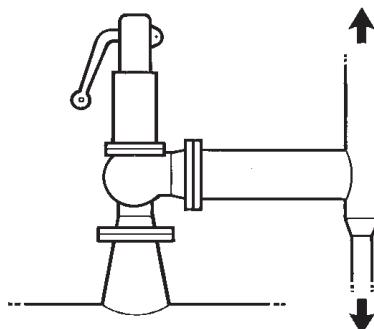

Рис. 3
- 4.8 Если выпускной трубопровод направлен вверх, в самой нижней точке должно быть предусмотрено сливное приспособление малого диаметра (рис. 3). Это сливное приспособление должно быть выведено в место, где стекающая жидкость не вызовет опасности или неудобства.